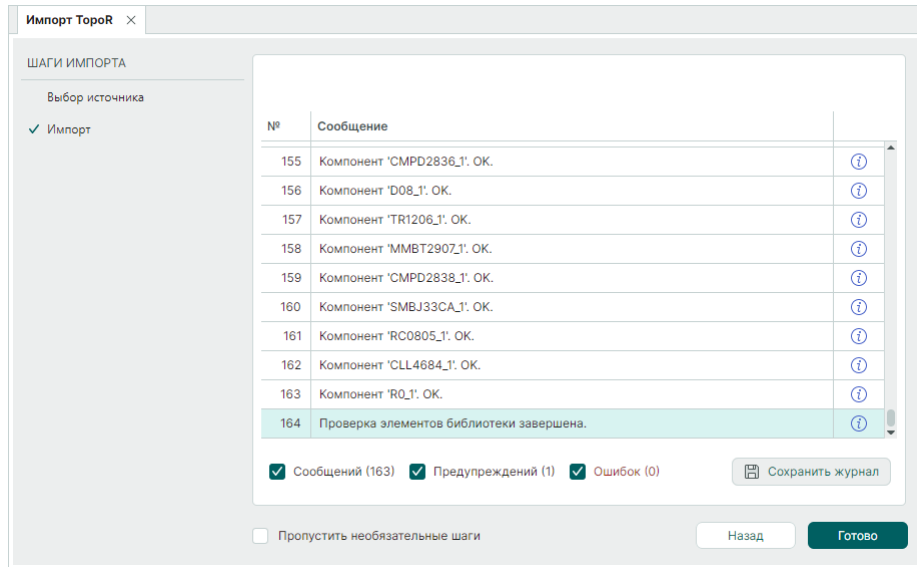

Рис. 68 Завершение импорта
6. После завершения процесса импорта в окне с отображением процедуры импорта с помощью кнопок, расположенных внизу окна, можно отфильтровать сообщения, Рис. 68, а также сохранить журнал по процессу импорта. После завершения процедуры импорта нажмите «Готово».